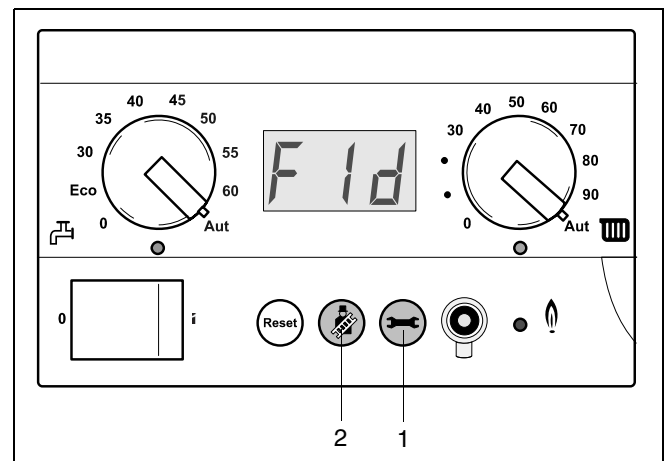

fig. 33 Nadraaitijd van de pomp op 24 uur
- Druk gelijktijdig de schoorsteenveger- en serviceknop (→ fig. 33, [2], [1]) in, tot er **L _ _** in het display verschijnt.
- Stel de nadraaitijd van de pomp in met de schoorsteenvegerknop of de resetknop. De nadraaitijd van de pomp is instelbaar van 5 min. tot 60 min. (**F 0**...**F 60**) of kan op 24 uur (**F 1d**) (→ fig. 33) ingesteld worden.
- Bevestig de instelling door de serviceknop in te drukken (→ fig. 33, [1]).